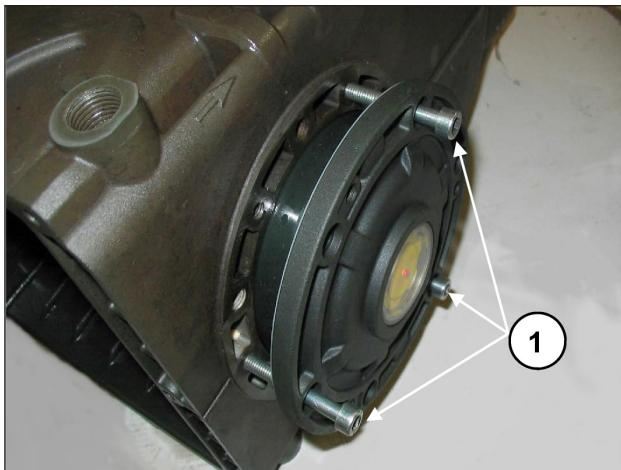
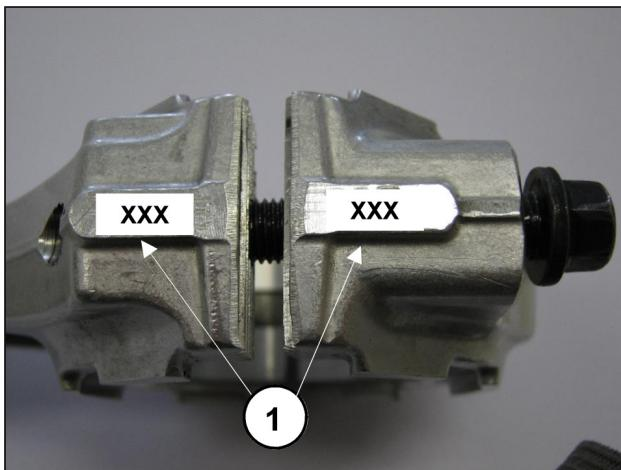

Fig. 8
Fig. 9
Para facilitar la introducción del primer tramo y de la correspondiente introducción de las tapas sobre el cárter, se recomienda utilizar Nº 3 tornillos M6 x 40 parcialmente roscados, (Fig. 8, pos. ①) para, a continuación, completar la operación con los tornillos incluidos en la dotación (M6x18).
- Acoplar los sombreretes de la biela a los correspondientes cilindros siguiendo la numeración (Fig. 9, pos ①).
Para aproximar las dos tapas laterales al cárter, se pueden utilizar 3 tornillos M6x40 durante la primera fase de orientación (como se indica en Fig. 8) y los tornillos específicos para la fijación final.
Después de haber desmontado las tapas laterales, tal y como se indica en el punto 2.1.1, retirar el casquillo externo de los cojinetes de las correspondientes tapas y el casquillo interno con la parte restante del cojinete, de los dos extremos del eje utilizando un normal "arrancapasador" o herramienta equivalente como se indica en las Fig. 8 y Fig. 9.